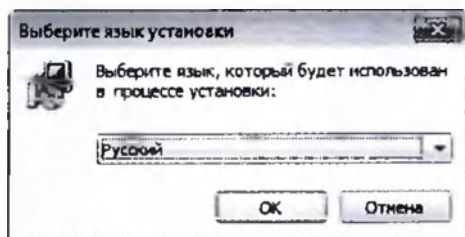

Рис. 1.1. Окно выбора языка инсталлятора программы
7.7.2. Для установки или обновления версии программы запустите файл ПО_Траст-М.exe и следуйте инструкциям инсталлятора. В диалоге выбора языка установки (см. Рис. 1.1) нажмите кнопку **ОК**.